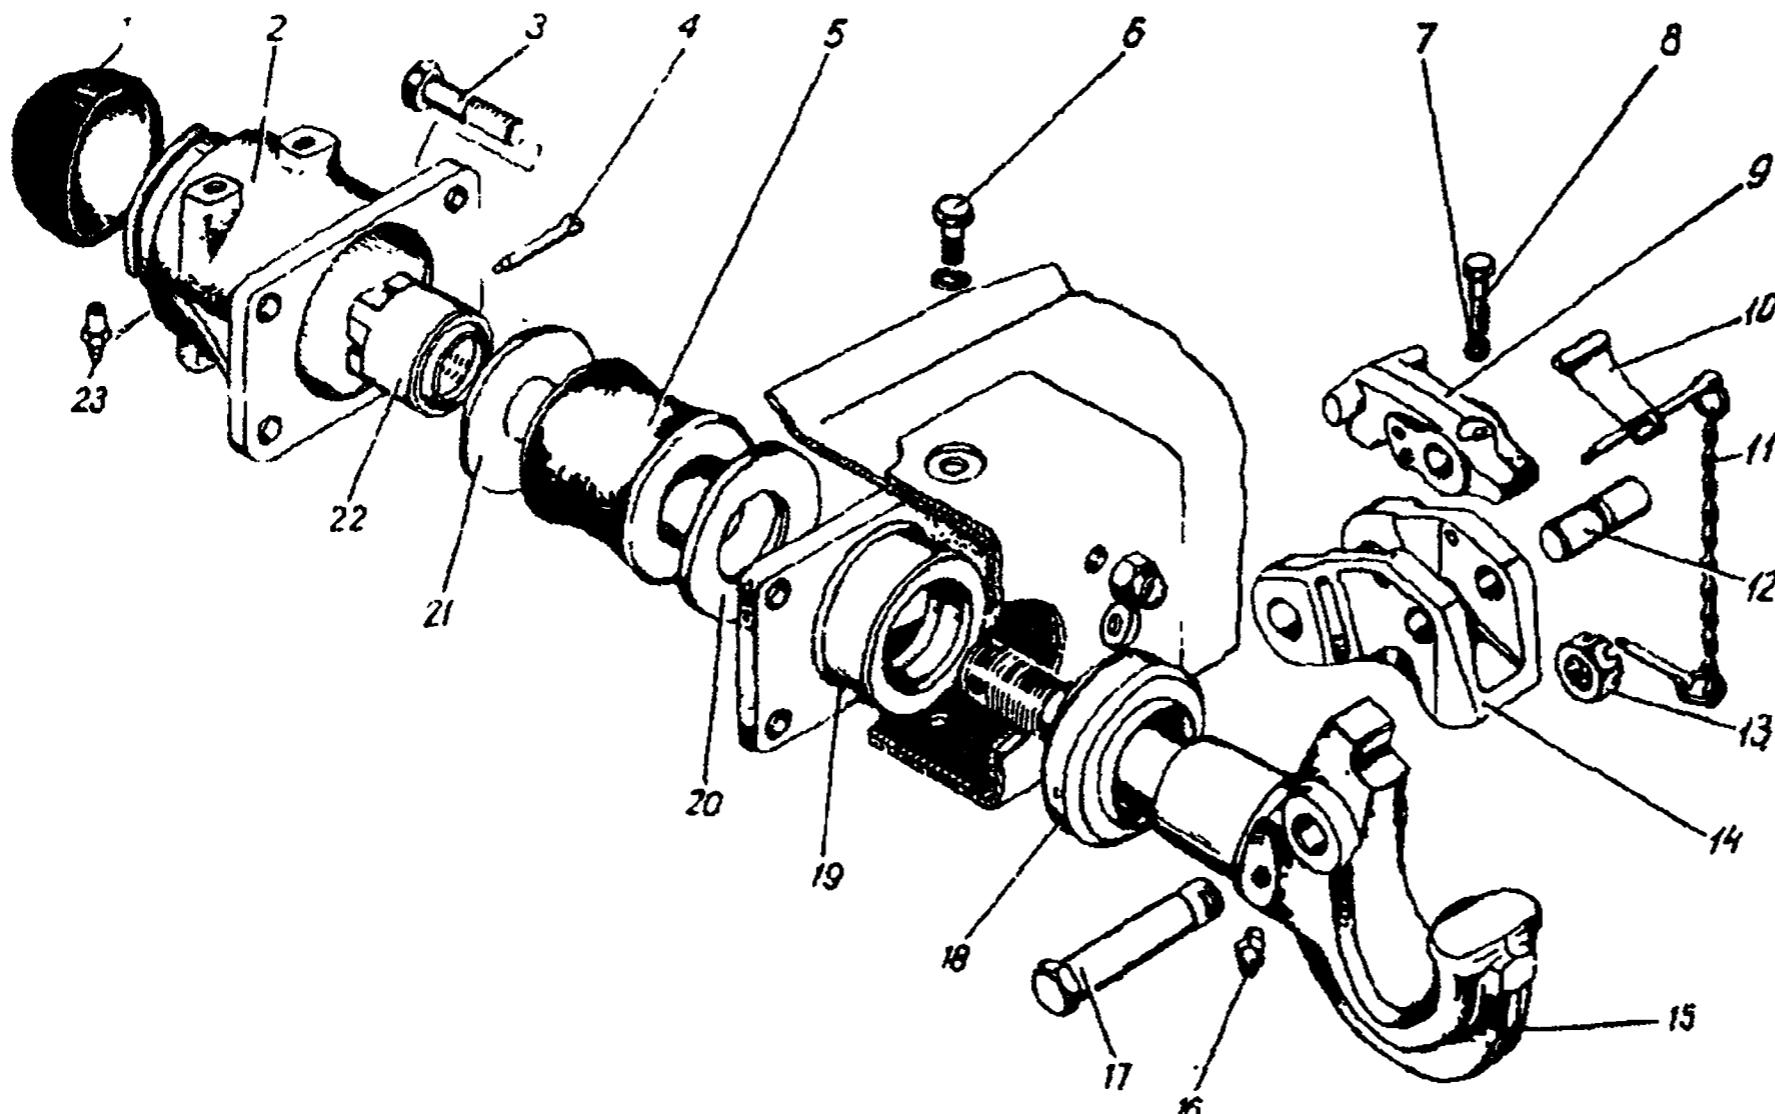

Рис. 337. Устройство тягово-цепное:
1. Снимите колпак 1 (рис. 337) гайки крюка 2. Выньте шплинт 4, отверните гайку 22 буксирного крюка	— Тиски, шплинтовыйдергиватель, молоток, накидной ключ 50 мм
9. Вставьте в корпус 2 (см. рис. 337) фланец 21, буфер 5 и затем фланец 20, причем фланец 20 установите фаской в сторону зева крюка	—